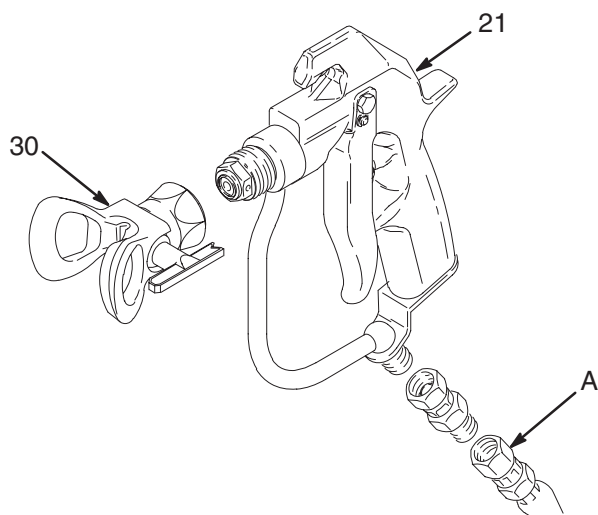

Fig. 6 04731
2. Koppla bort vätskeslangen (A). Demontera munstycksskyddet (30). Skruva ut fjäderskruven (21) omkring 7 mm för att lätta fjädertrycket. Se Fig. 6.